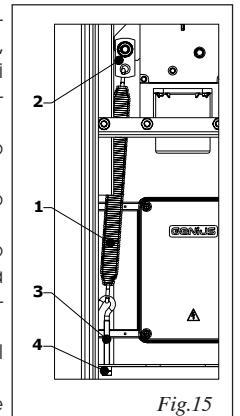

Fig.15
L'automazione necessita di una molla di bilanciamento, fig.15 rif.1, che deve essere ordinata a parte (come l'asta). Il tipo di molla da applicare deve essere scelta in base alla lunghezza dell'asta e degli eventuali accessori installati (vedi cap.8) scegliendola tra quelle riportate a listino.
- smontare il tirante, fig.15 rif.3.
- mantenendo sempre la sbarra in posizione verticale collegare la molla al piattino, fig.15 rif.2. Per un montaggio più rapido si consiglia di tenere la parte aperta dell'occhiello rivolta verso l'installatore.
- infilare il tirante, fig.15 rif.3, nell'occhiello inferiore e nel suo foro di fissaggio.
- avvitare uno dei due dadi, fig.15 rif.4, fino a recuperare tutti i giochi sulla molla.